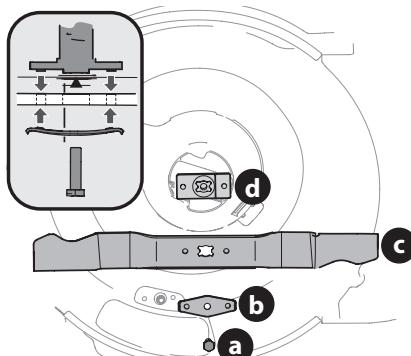

Figure 25
- Retirez le boulon (a) et le support de la lame (b) qui fixent la lame et l'adaptateur au vilebrequin du moteur. Voir Figure 25.
- Retirez la lame (c) et l'adaptateur (d) du vilebrequin. Voir Figure 25.
7. Lubrifiez le vilebrequin du moteur et la surface interne de l'adaptateur de la lame avec une huile légère. Voir l'encadré de la Figure 25.